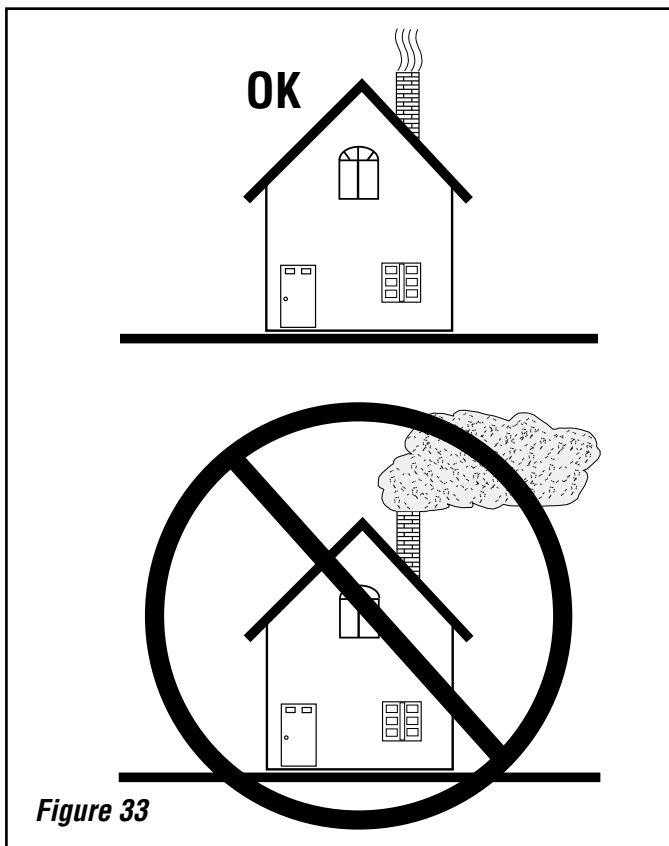

Figure 33
6. Sortir de l'habitation et vérifier la cheminée. La quantité de fumée doit être très réduite ; une quantité plus élevée indique un gaspillage de chaleur, une accumulation de créosote et de la pollution (*voir figure 33*).
L'interrupteur à bascule situé sur le panneau de contrôle permet de choisir le mode de fonctionnement comme suit (voir figure 33):